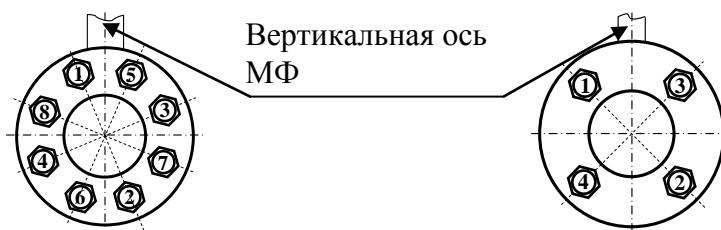

Рисунок 6.5
**Примечание** - Отверстия под крепеж должны быть разнесены от вертикальной оси (см. рисунок 6.5), что обеспечит вертикальную установку МФ после демонтажа макета.